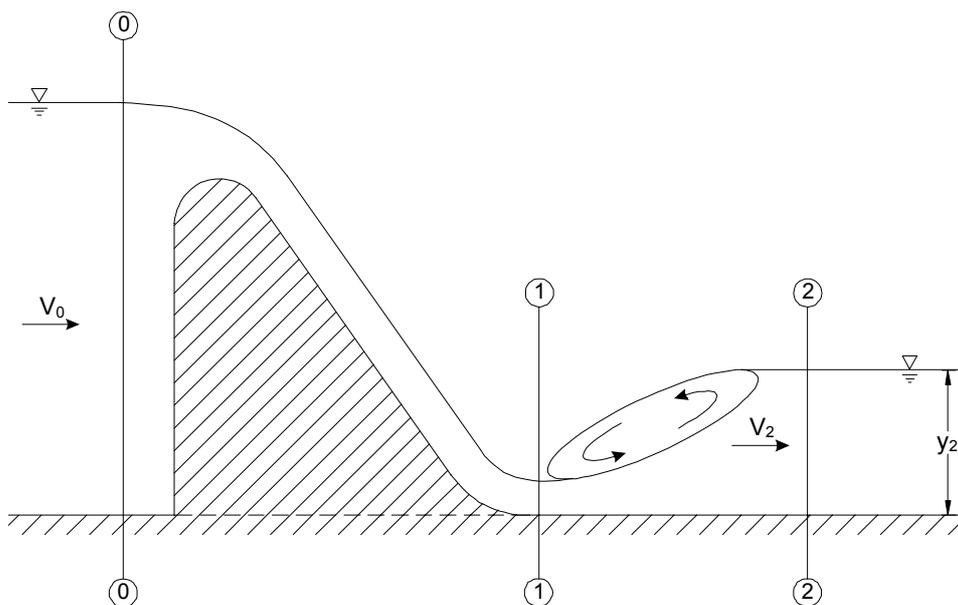

Abb. 10.4: Rechteckgerinne mit Überfallwehr
- 10.4.4 Skizzieren Sie die Energielinie mit den erforderlichen Maßangaben in Abb. 10.4.